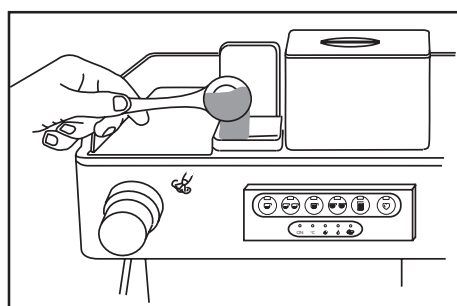

Fig. 11
- Ouvrir le couvercle du doseur et introduire une ou deux doses de café moulu en utilisant la cuillère dose (fig.11).